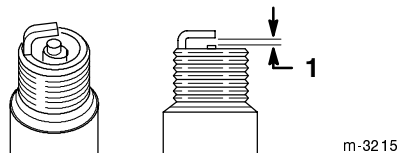

Figure 20
- Réglez l'écartement des électrodes (Fig. 20) à 0,76 mm.